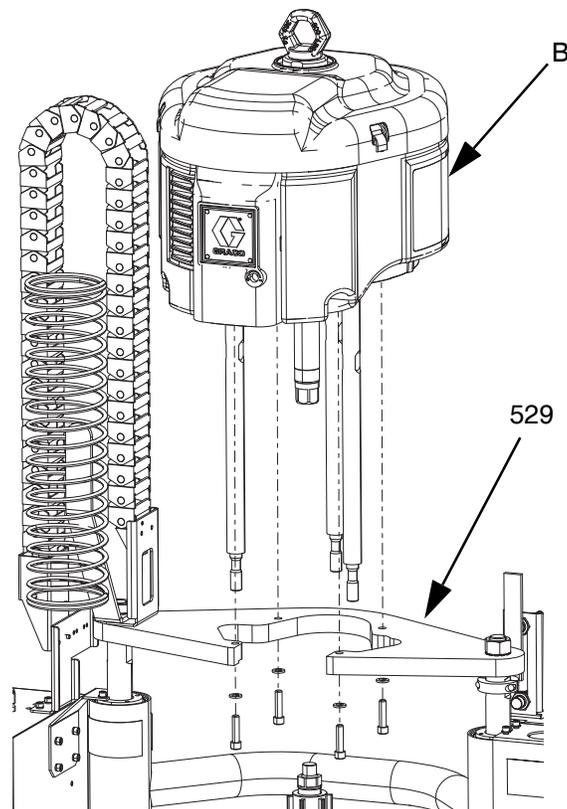

FIG. 46 : Débranchement du moteur pneumatique
6. *Élévateurs D60 de 3 po.* : Débranchement du moteur pneumatique : Retirez les vis et les rondelles qui fixent le moteur pneumatique (B) au support de montage. Voir la FIG. 46.